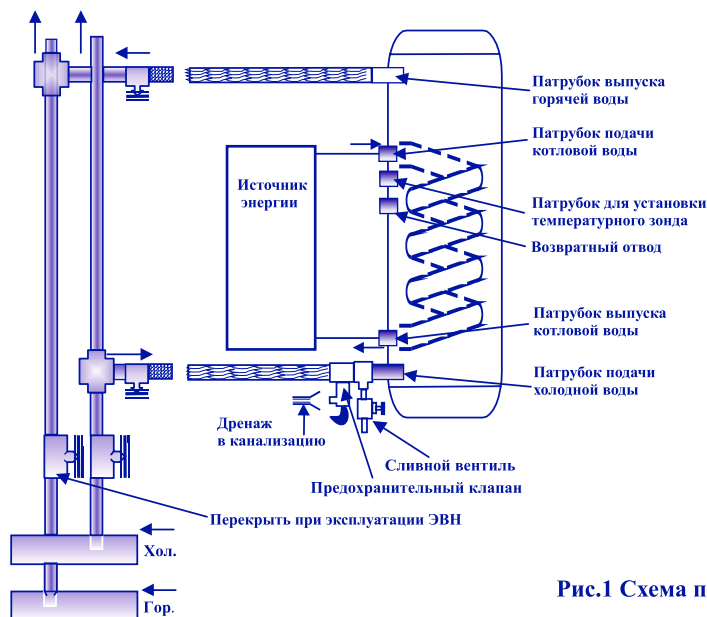

Рис.1 Схема подключения
Подключение к водопроводной системе производится в соответствии с Рис.1 при помощи медных, пластмассовых труб или специальной гибкой сантехподводки. Запрещается использовать гибкую подводку бывшую ранее в употребление. При монтаже не допускается чрезмерных усилий во избежание повреждения патрубков, стеклофарфорового покрытия внутреннего бака ЭВН.
**Примечание:** для облегчения обслуживания ЭВН в процессе эксплуатации рекомендуется установка сливного вентиля (не входит в комплект поставки ЭВН) в соответствии с Рис. 1. Если давление в водопроводе превышает 0,6 МПа, то на входе перед предохранительным клапаном необходимо установить соответствующий редукционный клапан (не входит в комплект поставки ЭВН).
Для подключения системы косвенного нагрева (теплообменника) используйте патрубки подачи (красное кольцо) и выпуска (синее кольцо) котловой воды (рис.1).
Управление системой косвенного нагрева производится с помощью температурного зонда (не входит в комплектацию, поставляется производителем системы отопления), который устанавливается в соответствующий патрубок (рис.1).
Возможна организация контура рециркуляции. Для подключения контура имеется возвратный отвод (рис.1) для возврата в водонагреватель рециркуляционной воды.